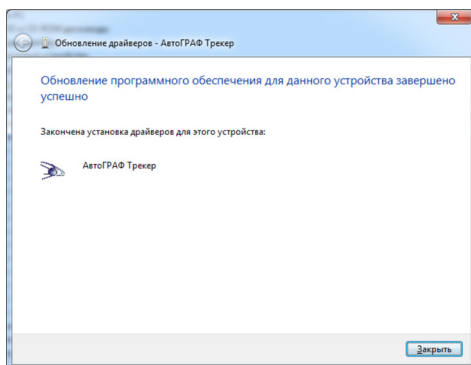

Рис.4.
6. После успешной установки драйверов система распознает подключенное устройство (Рис.4).